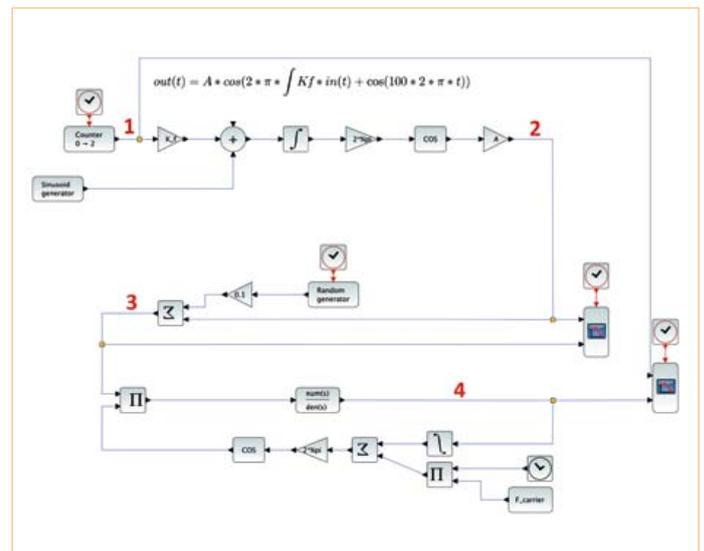
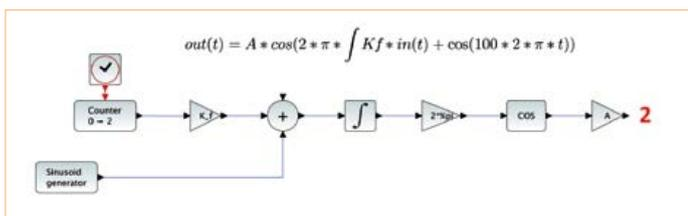

Bild 4: Simulationsschema einer FSK-Übertragung.
Bild 5: Modulation des Signals.
Xcos war ursprünglich für Anwendungen in der Automatisierung gedacht, durch die Palette seiner Möglichkeiten sind jedoch die Einsatzbereiche weit gestreut. Das beweist das nächste Beispiel, die Modulation und Demodulation eines Sinussignals. In **Bild 4** ist das Simulationsschema des Gesamtsystems dargestellt, während **Bild 5** nur den Modulator zeigt. Es handelt sich hier um die mathemati-
- Die **Bilder 9** und **10** geben die Signale an den diversen Messpunkten des Simulationsschemas in Bild 4 wieder. Nachdem die ersten Schritte in Xcos getan sind, kann sich der Anwender an eigene Aufgabenstellungen heranwagen. Hier sind drei Vorschläge, die an vorstehende Beispiele anknüpfen: